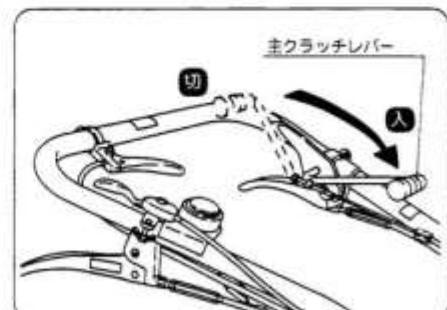

図10
- ③ 主クラッチレバーをゆっくり前方に押してください。(図10)